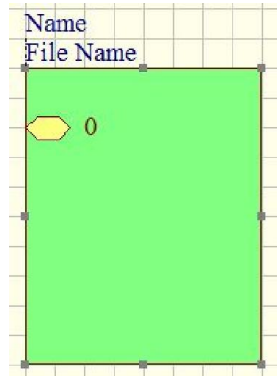

图 4.39 放置端口的方块图
(1) 执行放置方块电路图的端口命令，有三种方法：
- ① 执行菜单命令 Place/Add Sheet Entry。
- ② 按下 **P** 键，松开后按下 **A** 键。
- ③ 用左键单击 Wiring 工具栏中的  按钮。
(2) 执行命令后，光标变成“十”字状，然后在需要放置端口的方块图上单击鼠标左键，此时光标带有方块电路的端口符号，如图 4.39 所示。